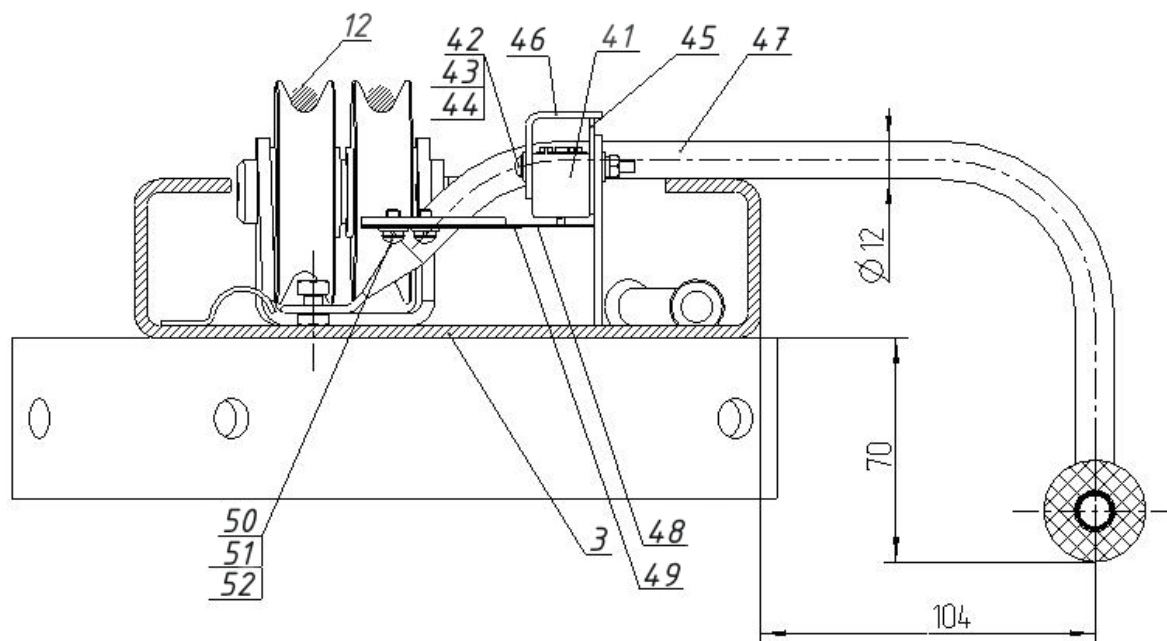

Рисунок 6.8 – Системы автоматического отключения привода насосной станции при касании автомобиля ограничительной дуги
6.12.2 Установить на перекладину 3 ограничительную дугу 47 (рисунок 6.8) с закрепленными на ней пластинчатыми пружинами 48 и 49 с помощью винтов 50, шайб 51 и 52. На перекладину 3 подъемника установить смонтированный на кабеле микровыключатель 41, с помощью винтов 42, шайб 43 и гаек 44. Одновременно установить защитный козырек 46 и защитную прокладку 45. Микровыключатель 41 необходимо установить так, чтобы он срабатывал при перемещении ограничительной дуги 47 вверх на 20...40 мм. Затем кабель микровыключателя 41, с помощью пластиковых хомутов, закрепить к рукаву так чтобы кабель не касался системы тросов 12.